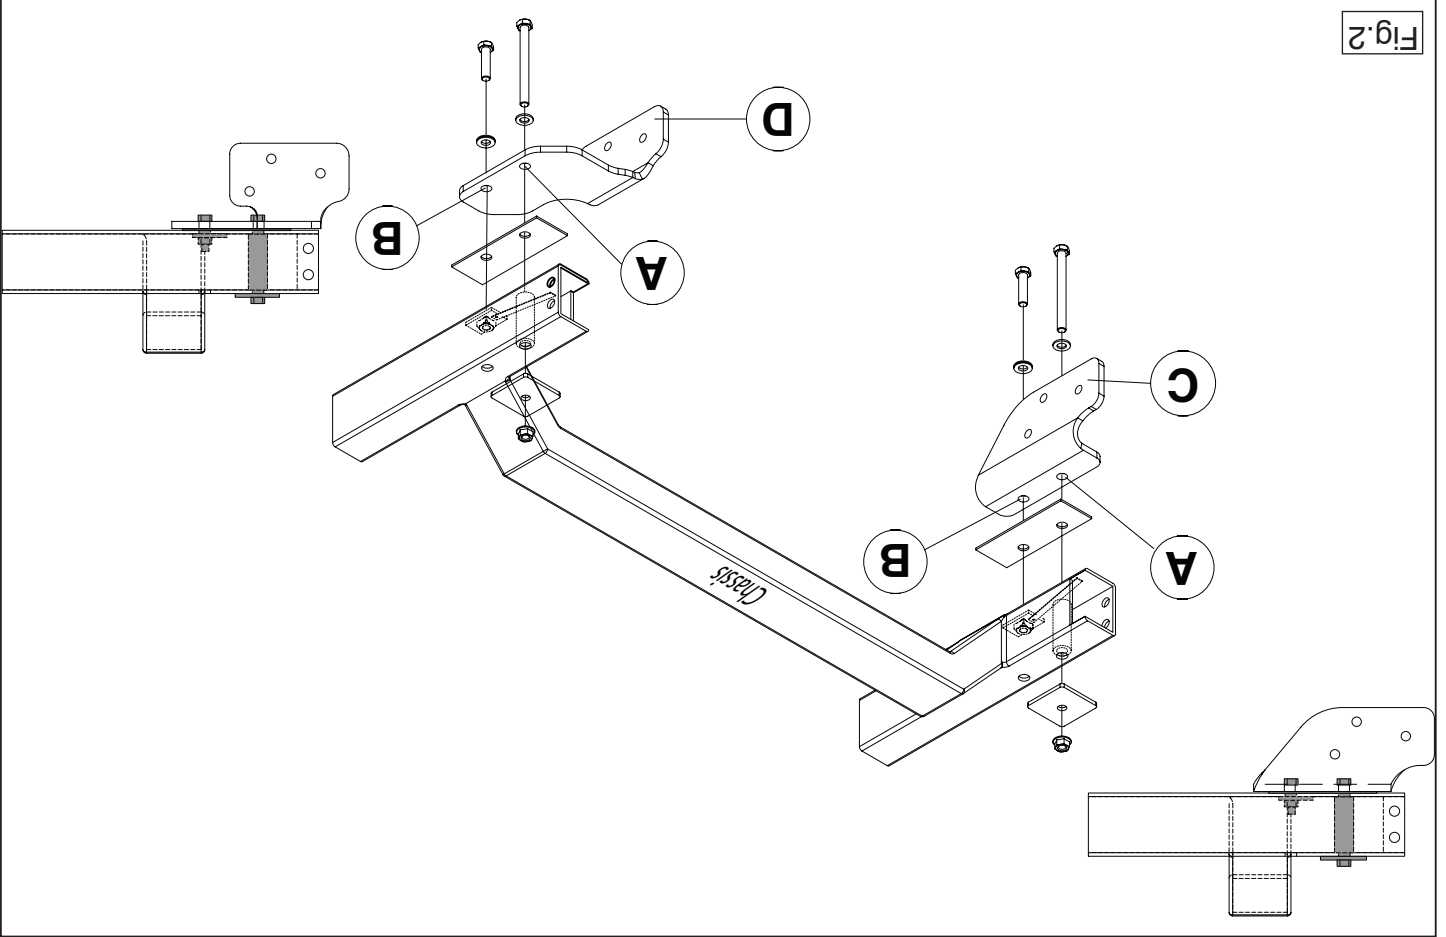

Fig. 2
3. Fit side plate C at points A, hand-tight. See figure 2.
4. Fit side plate D at points B, hand-tight. See figure 2.
4. Monter la plaque latérale D à l'emplacement des points B sans serrer. Voir la figure 2.
5. Remettre en place le butoir en acier. Voir la figure 2.
3. Die Seitenplatte C bei den Punkten A halbfest montieren. Siehe Abbildung 2.
4. Die Seitenplatte D bei den Punkten B halbfest montieren. Siehe Abbildung 2.
3. Monter sideplade C manuelt ved punkterne A. Se fig. 2.
4. Monter sideplade D manuelt ved punkterne B. Se fig. 2.